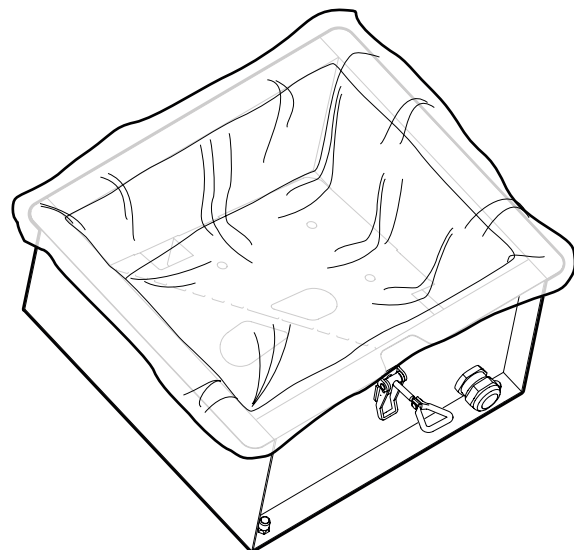

Fig. 28
- Einen neuen Staubbeutel CMF PSW3 ordnungsgemäß in den Staubsammelbehälter einlegen (**Fig. 28**).